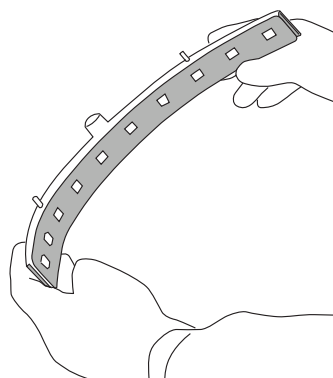

Fig.44
- Verwijder de strip (Fig.44).